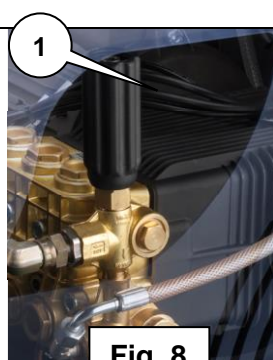
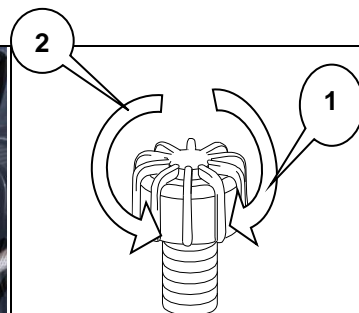

Fig. 8
Fig. 9
L'idropulitrice che vi apprestate ad usare ha la possibilità di regolare la pressione di esercizio. Avvicinarsi al cofano della macchina nella zona della finestra di accesso valvola, vedi fig. 8. Impugnare la manopola della valvola, dove prevista, o utilizzare una chiave, dove prevista, in pos. 1 e, ruotando in senso orario fig.9 pos.1 la pressione aumenta, girando la manopola in senso antiorario fig. 9 pos. 2 la pressione diminuisce.